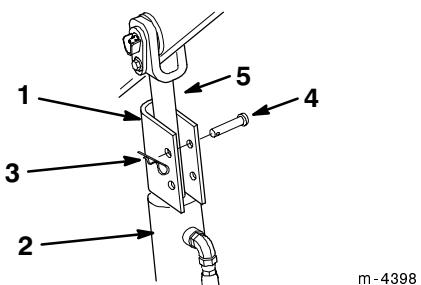

Figure 18
4. Placer un bloqueur sur chaque tige de vérin de levage de bras du chargeur (Fig. 18).
5. Fixer chaque bloqueur à l'aide d'un axe de chape et d'une goupille fendue (Fig. 18).